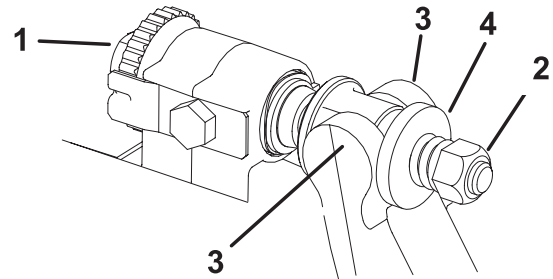

Bild 21
1. Drehen Sie die Einstellschrauben des Untermesserträgers nach links, damit sich der Abstand zwischen Untermesser und Spindel vergrößert (Bild 21).
2. Drehen Sie die Federspannungsmutter so weit hinaus, bis die Scheibe nicht mehr gegen den Untermesserträger angespannt ist (Bild 21).